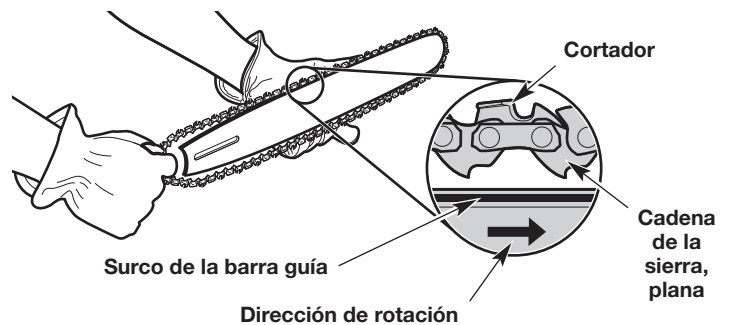
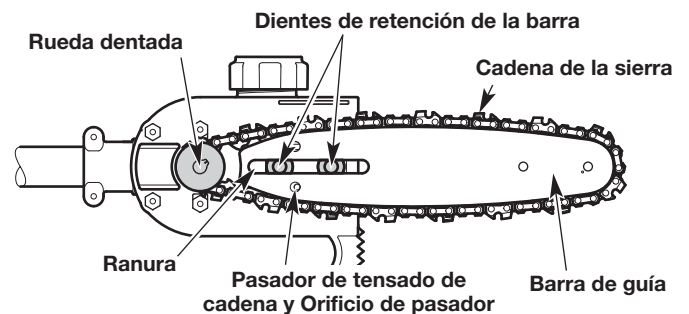

Fig. 11
Fig. 12
3. Coloque la cadena de la sierra en el surco de la barra guía (Fig. 11). Compruebe que los cortadores estén en la dirección correcta de rotación (Fig. 11). Mantenga un lazo de la cadena de la sierra en el extremo trasero de la barra guía (Fig. 11).
4. Mantenga la cadena de la sierra y la barra guía juntas en la posición sobre la unidad. Enganche la cadena de la sierra alrededor de la rueda dentada de impulsión e instale la barra guía sobre los pernos de la barra (Fig. 12). Compruebe que la barra guía esté al ras contra la superficie de montaje. Compruebe que las partes planas sobre la cadena de la sierra están en los surcos de la rueda dentada de impulsión (Fig. 11 y Fig. 12). Compruebe que el pasador de tensado de cadena esté en el orificio del pasador en la barra guía (Fig. 12).
6. Instale la cubierta de la barra. Apriete el tornillo y dos (2) tuercas de retención de la barra.